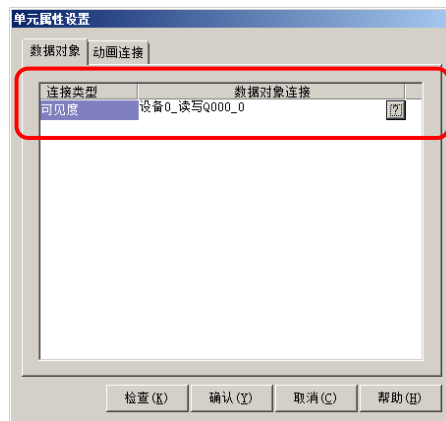

图 4.3.9
② **指示灯**：双击按钮 Q0.0 旁边的指示灯元件，弹出“单元属性设置”对话框，在“数据对象”页，点击  选择数据对象“设备 0_读写 Q000_0”。如图 4.3.9 所示。